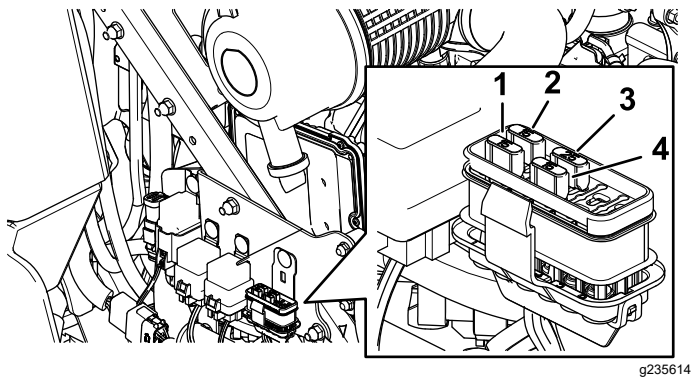

Figura 48
3. Instale un fusible nuevo (Figura 48).